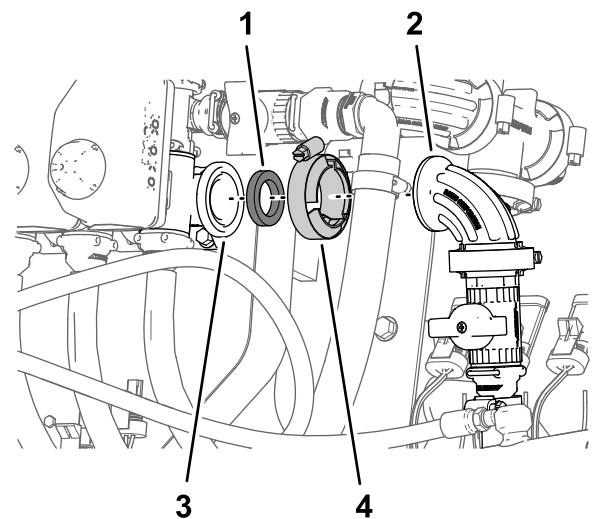

Figura 137
4. Montate il raccordo a 90° della valvola di intercettazione per il kit asta di irrorazione o il kit avvolgitubo elettrico opzionali sulla flangia della valvola dell'ugello 10 con il morsetto flangiato e la guarnizione che avete rimosso al passaggio 1 e serrate il morsetto manualmente (Figura 137).